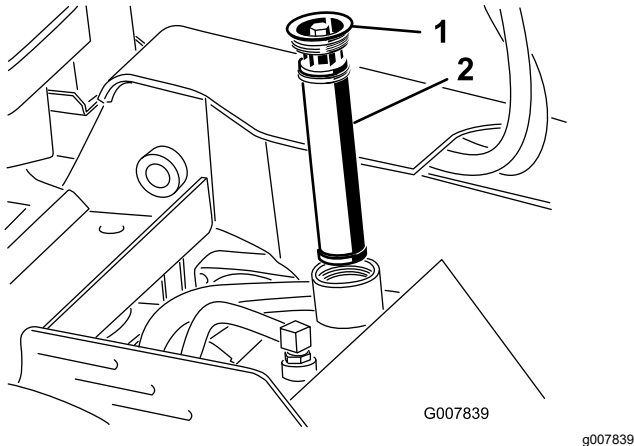

Figura 56
5. Pulite l'area intorno al collo del bocchettone del serbatoio idraulico e rimuovete il tappo ed il filtro dal collo del bocchettone usando una chiave a tubo (Figura 56).
5. Togliete il tappo di riempimento del serbatoio idraulico e il filtro (Figura 56).
10. Inserite il filtro idraulico e il tappo di riempimento (Figura 56) e serrate il bullone in alto a una coppia compresa tra 13–15,5 N·m.